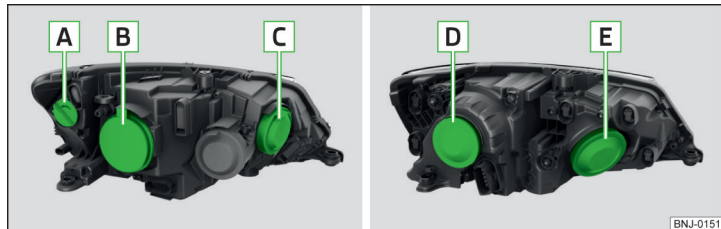

Fig. 205 Faruri cu halogen/Proiectoare cu halogen
Dispunerea becurilor cu incandescență » fig. 205
- Scoateți capacul de protecție [B] » fig. 205 la pagina 171.
- Așezați capacul de protecție [B] » fig. 205 la pagina 171.
- Scoateți capacul de protecție **[C]** » fig. 205 la pagina 171.
- Introduceți capacul de protecție **[C]** » fig. 205 la pagina 171.
➤ Scoateți capacul de protecție **[B]** » fig. 205 la pagina 171.
➤ Așezați capacul de protecție **[B]** » fig. 205 la pagina 171.
- Scoateți capacul de protecție **[D]** » fig. 205 la pagina 171.